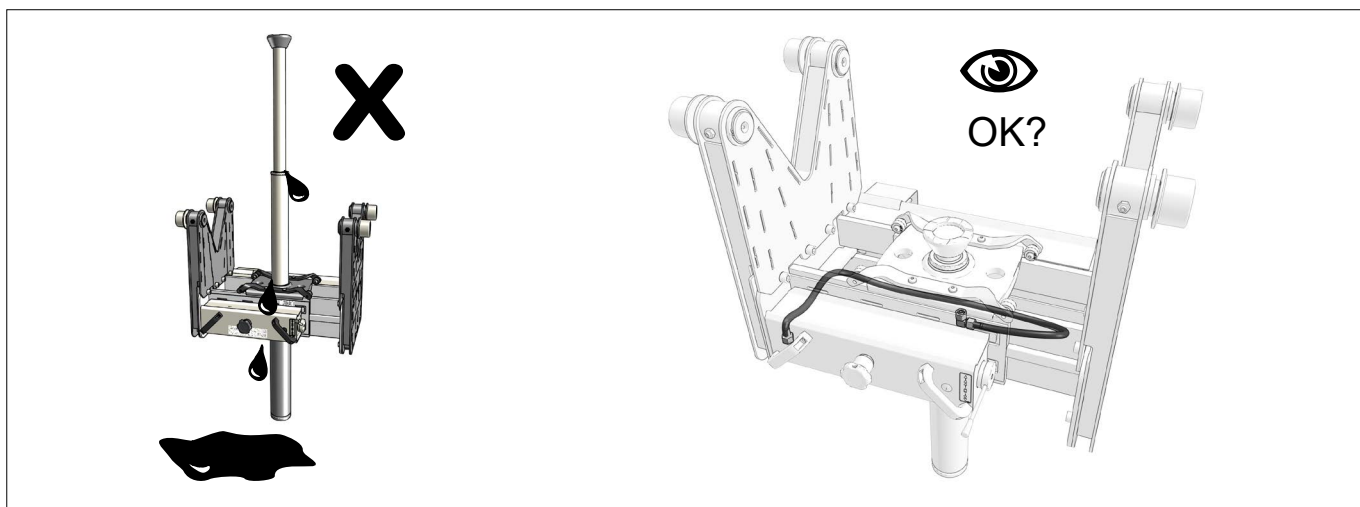

Fig.44
- Slangar, cylindre og pumpe for utætheder (Fig.44)
- Hoses, cylinder and pump unit for leaks (Fig.44)
- Dichtigkeit von Schläuchen, Zylinder und Pumpe (Fig.44)
- Flexibles, cylindre et pompe pour les fuites (Fig.44)
- Slangar, eventuellt läckage från cylinder och pumpenhet (Fig.44)
- Letkut, sylinterin ja pumpun vuodot (Fig.44)
- Slangen, cilinder en pompeenheid op lekken (Fig.44)
- Fugas en la unidad de la bomba, el cilindro y las mangueras (Fig.44)
- На предмет герметичности шлангов, цилиндра и насосного агрегата (Fig.44)
- Perdite dei tubi, dei cilindri e dell'unità di pompaggio (Fig.44)